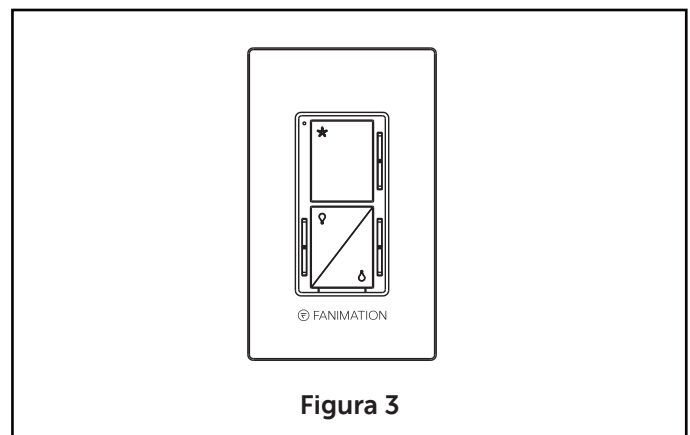

Figura 3
4. Funciones del control de pared: (Figura 3)